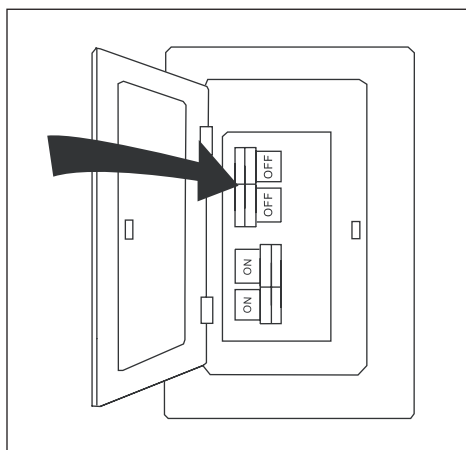

Figure 1.1
1. Coupez l'alimentation électrique à partir du panneau de disjoncteurs et à l'aide de l'interrupteur mural qui alimente les fils du ventilateur (Figure 1.1). **DANGER** : Le fait de ne pas couper l'alimentation électrique peut entraîner des blessures graves ou la mort.